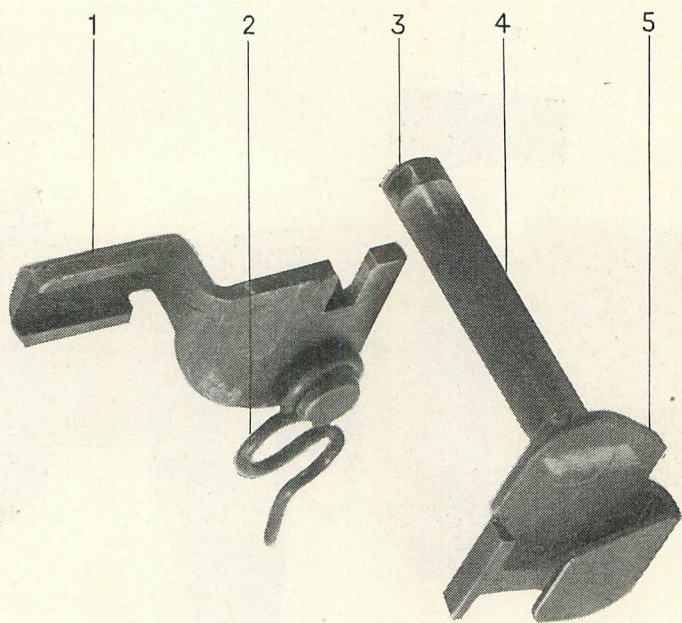

Fig. 17. - Selettore.
Il selettore (*fig. 17*) è costituito da una piastrina comando raffica (1) con perno e da un indice di tiro con molla a filo.
Fig. 17 a. - Posizione di automatico - semiautomatico.
Fig. 17 b. - Posizione di semiautomatico.
La piastrina reversibile per l'esclusione del tiro automatico (*fig. 17 a*), posta nella parte anteriore sinistra della culatta, presenta:
L'arma può essere predisposta a mezzo della piastrina reversibile per il funzionamento automatico - semiautomatico (*fig. 17 a*) o solamente semiautomatico (*fig. 17 b*).